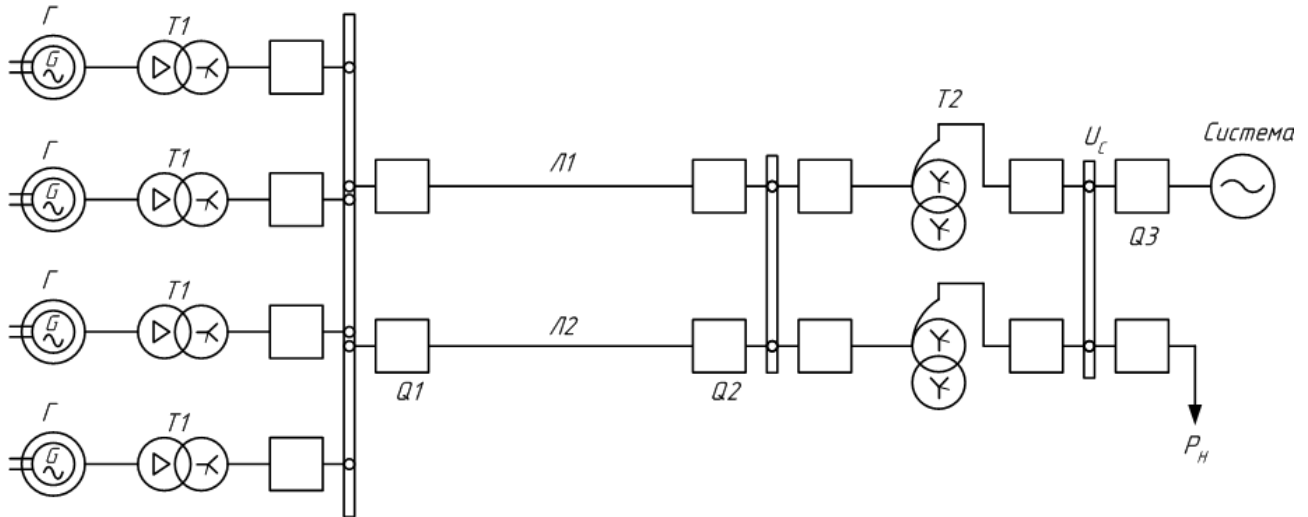

Рис. 2 Схема электропередачи
1. Для заданной схемы электропередачи (рис. 2) определить запас статической устойчивости по пределу передаваемой мощности, при передаче от генератора в систему мощности P_H для следующих случаев: